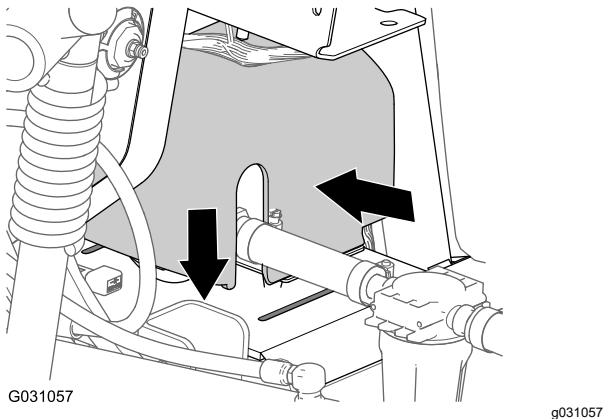

Figure 182
2. Placez le couvercle de la pompe de rinçage par dessus la plaque de montage de la pompe (Figure 182).
3. Appuyez de chaque côté du couvercle de la pompe de rinçage et alignez les languettes du couvercle sur les fentes dans la plaque de montage (Figure 182).
4. Insérez les languettes dans les fentes et relâchez les côtés du couvercle (Figure 182).